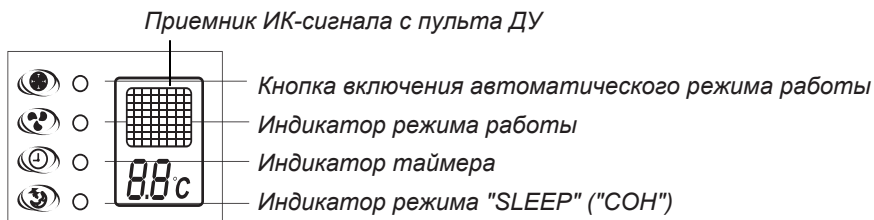

Рис.3 - Панель управления и индикации внутреннего блока
- Компрессор нагнетает газообразный фреон в теплообменник наружного блока (см.рис.3), где он конденсируется, отдавая тепло в окружающую среду.